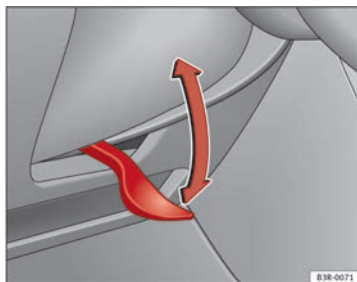

Abb. 145 Hebel unter der Lenksäule
- Schwenken Sie den Hebel ⇒ Abb. 145 nach unten ⇒ ⚠.